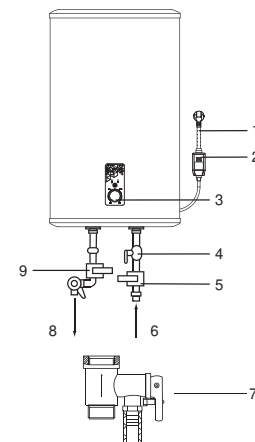

Рис. 1
- Предохранительный обратный клапан не устанавливается в месте входа холодной воды (см. рис. 1).